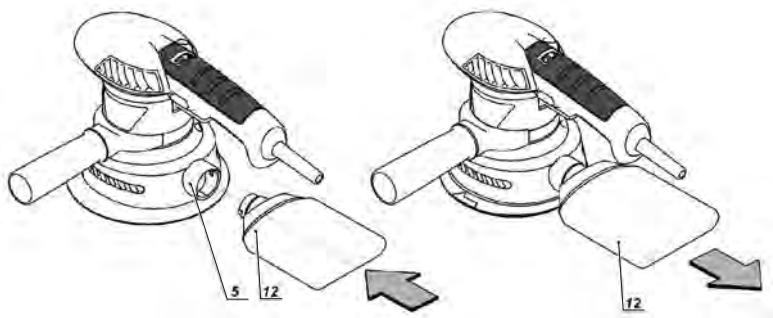

fig.6 - desenho demonstrativo para montagem e desmontagem do reservatório de pó
Para montar o reservatório de pó (12), encaixe-o na conexão para o reservatório de pó (5), fig.6.
- Esvazie o recipiente sacudindo-o ( fig.6), e para melhor resultado, vire-o do avesso e utilize uma escova macia para limpá-lo.